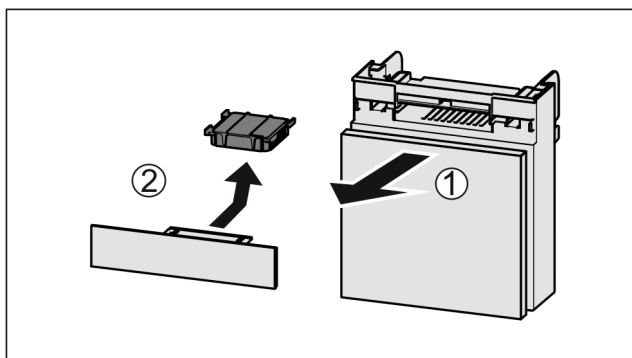

Fig. 159
- ▶ Dra ut Fig. 159 (1) lådan framåt.
- ▶ Ta ut Fig. 159 (2) aktivtkolfiltret.